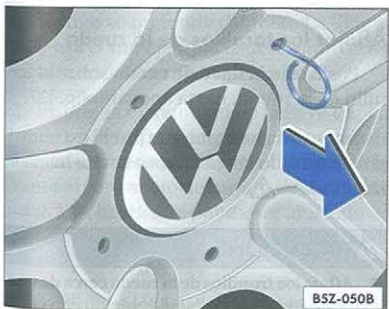

Fig. 134 Retire el tapacubo central con el gancho metálico - Fox
- Introduzca el gancho metálico en el agujero del tapacubos central ⇒fig. 134 para Fox o ⇒fig. 135 para CrossFox. ▶